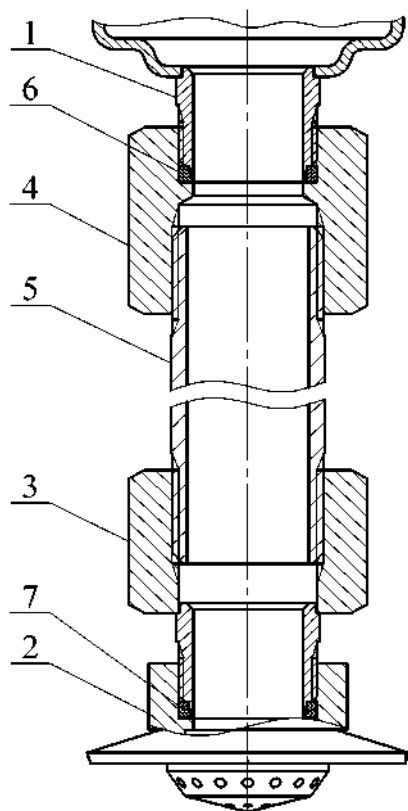

Рисунок 3
- ж) по заявке Потребителя (см. рисунок 3):
4.1.3 Для вывода насадка-распылителя в свободную зону через подвесной потолок типа Грильято, Армстронг и т.п. или его перемещения в рабочую зону эффективного пожаротушения при монтаже МУПТВ на потолочном перекрытии высотой более 6 м модуль может быть дополнительно укомплектован удлинителем, соединяющим выпускную горловину МУПТВ 1 с насадком-распылителем 2 (см. рисунок 3).
6.7 При монтаже насадка-распылителя через удлинитель (см. рисунок 3) провести следующие работы. Собрать удлинитель согласно рисунку 3. Перед сборкой на наружные резьбы трубы **5** нанести герметик, например, ТЕКАСИЛ NEUTRAL PROFІ, после чего накрутить до упора переходники **3, 4**. В резьбовые участки отверстий насадка-распылителя **2** и переходника **4** установить резиновые кольца **6, 7**. На наружную резьбу переходника **3** накрутить до упора насадок-распылитель **2**. Соединить удлинитель через резьбовое соединение с выпускной горловиной МУПТВ **1**. При монтаже необходимо обеспечить перпендикулярное направление оси удлинителя относительно горизонтальной плоскости.